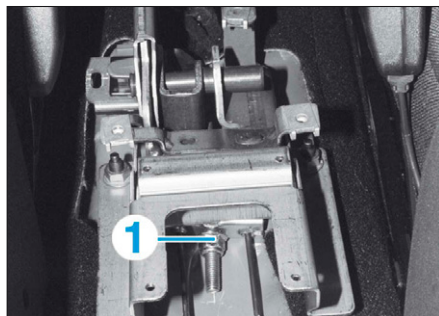

FIG. 16
- Agir sur l'écrou (1) afin d'obtenir le décollement "J" préconisé (Fig.16).